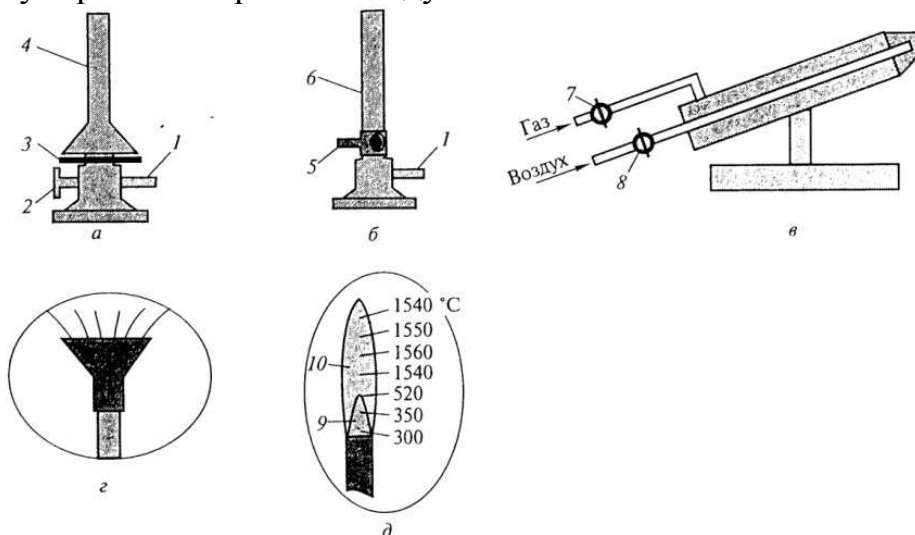

Рис. 9. Газовые горелки: а) – горелка Теклю; б) – горелка Бунзена; в) паяльная горелка; г) – горелка с насадкой «ласточкин хвост»; д) – строение пламени;
Горелка Бунзена. Устройство горелки Бунзена схематически показано на рис. 9, б. Горелка Бунзена состоит из подставки, на которой находится боковой отвод для присоединения к газовому крану (1); трубки со сквозным отверстием внизу (6); вращающейся муфты с отверстием (5), которая надевается на трубку и служит для регулирования притока воздуха.
Горелка Теклю является более совершенной, так как ее конструкция позволяет тонко регулировать приток воздуха и газа. Устройство горелки Теклю схематически показано на рис. 9, а. Газ поступает через боковой отвод (1) в конусообразную трубку (4), где смешивается с воздухом. Подача газа регулируется вентилем (2). Воздух в трубку поступает через щель между конусообразно расширенным основанием трубки и диском (3), насаженным на винтовую нарезку. Поворачивая диск, можно изменять ширину щели и тем регулировать приток воздуха в горелку.
Пламя правильно горящей горелки прозрачно и имеет голубоватый оттенок. Оно не светится и не коптит. При недостатке воздуха пламя становится желтым и коптящим. На рис. 9, д схематически приведено распределение температур внутри несветящегося пламени.
Для получения широкого и плоского пламени на газовую горелку надевают специальную насадку «ласточкин хвост» (рис. 9, г).
В лабораторном практикуме иногда требуется более высокая температура, чем та, которую дают спиртовые или газовые горелки. В этом случае пользуются паяльными горелками (рис. 9, в).